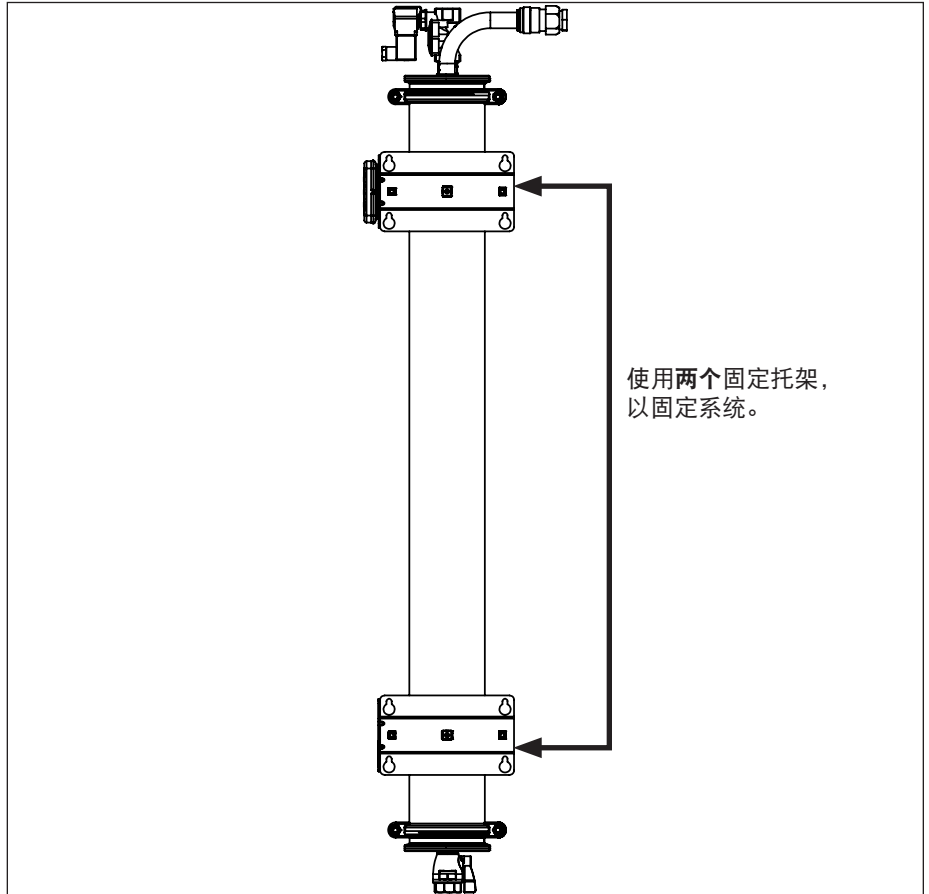

图 3. 安装系统
1. 使用立柱检测器和水平仪通过适当的安装工具，将安装托架的顶部和底部固定到墙壁上（图 3）。